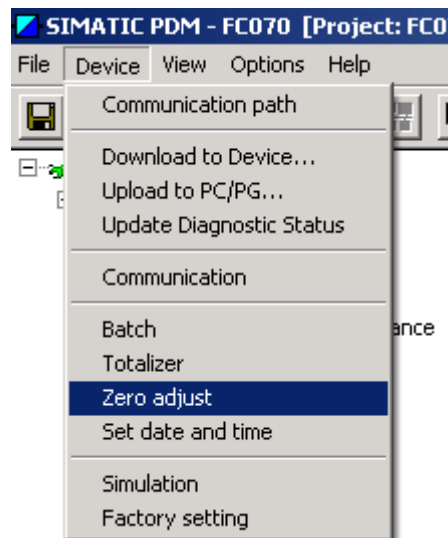

图 10：零点标定界面
(2) 调试流量时，当管道内流量已停止流动几分钟了，流量计仍有读数。后来我们查阅了西门子 A&D Service & Support 编写的《How to use FC070 MASS MODULE》，采取正确进行零点标定的方法，有效地处理了这一问题。详见图 10：零点标定界面